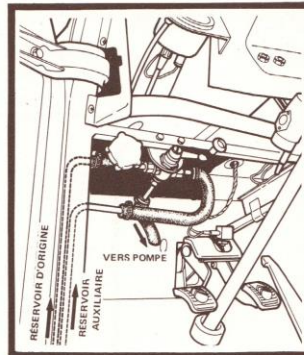

FIGURE 19
- monter le réservoir DS suivant plan. L'orifice de remplissage sort dans l'aile au niveau de la poignée de la porte arrière droite. Le départ du tuyau d'alimentation rejoint le robinet 3 voies situés à main gauche du conducteur entre la commande du réglage du phare et la commande du starter (Fig. 19).